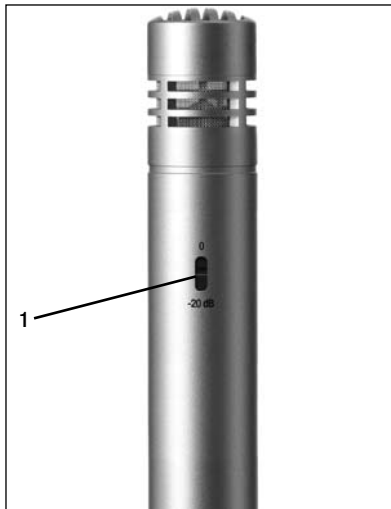

Fig. 1 : Commutateur de pré-atténuation (1) au dos du PERCEPTION 170.
- **Pré-atténuateur de sensibilité commutable :** Le commutateur de pré-atténuation (1) au dos du microphone (voir fig. 1) permet d'augmenter de 20 dB la marge avant saturation pour un enregistrement de proximité exempt de distorsions. Le pré-atténuateur de sensibilité permet d'éviter que le niveau de sortie du microphone